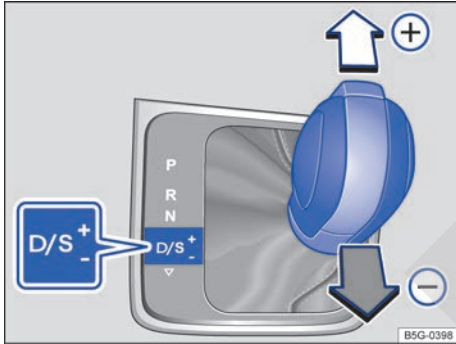

Fig. 121 Palanca selectora en la posición Tiptronic.
- Para cambiar a una marcha más larga o más corta, empuje levemente la palanca selectora hacia delante **+** o hacia atrás **-** → fig. 121.